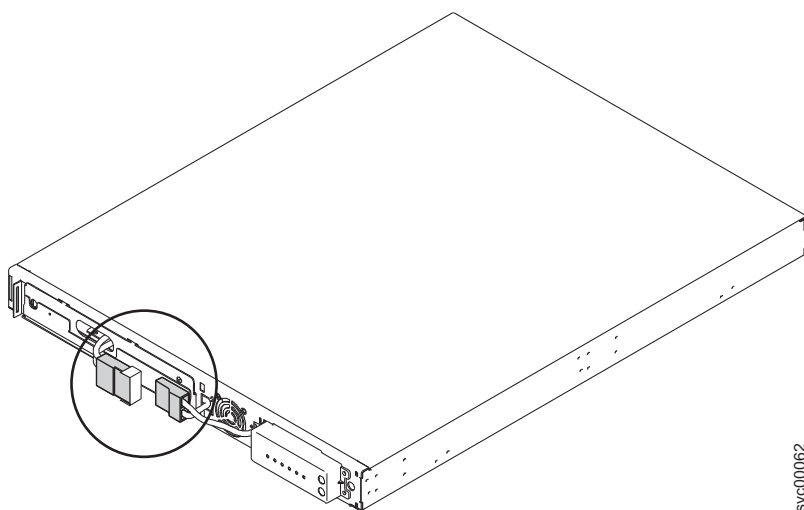

图 222. 装有保护胶带的 2145 UPS-1U 内部电池接口
7. 将两个连接器拉开后，用粘性胶带将裸露的电池连接器（如图 222 中所示）包起来。